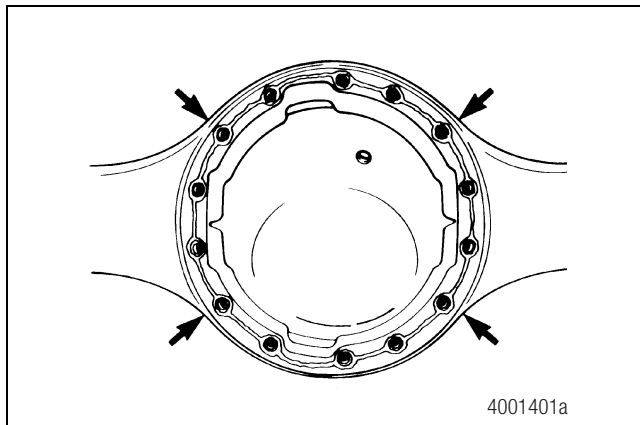

Figure 5.5
5. Poser les écrous ou vis d'assemblage et rondelles aux quatre coins de la tête de pont et du carter de pont. Serrer les fixations à la main. Figure 5.5.
6. Enfoncer doucement la tête de pont dans le carter de pont. Serrer graduellement et en croisé les quatre fixations de deux à trois tours. Figure 5.5.